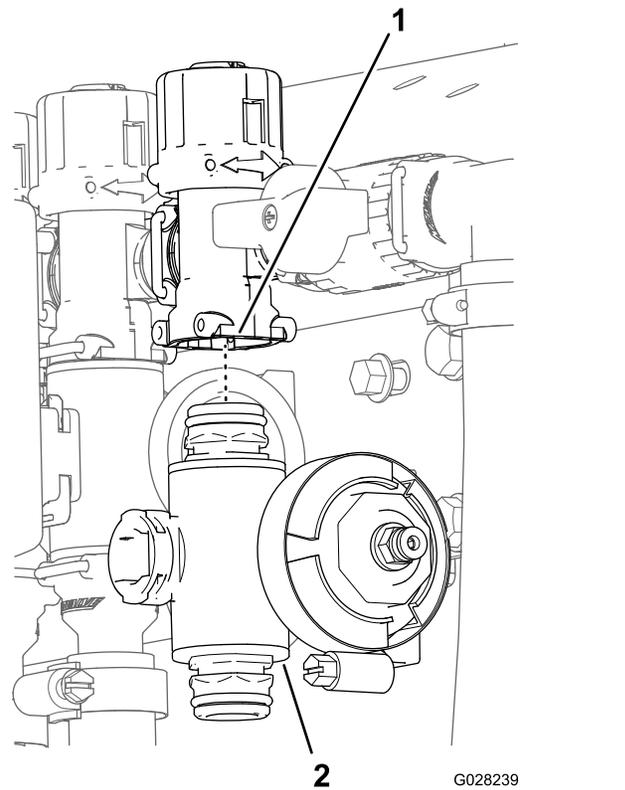

图70
3. 对于左或右喷洒臂段阀卸下将喷洒臂段阀固定至阀安装座的凸缘头螺栓和凸缘锁紧螺母然后从机器中拆下阀歧管对于中央喷洒臂段阀从机器中拆下喷洒臂段阀歧管图70。